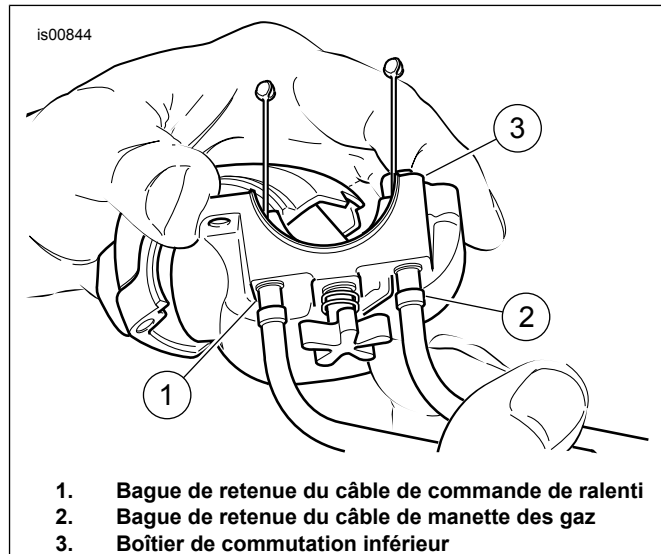

Figure 9. Installer des câbles dans le boîtier de commutation inférieur
2. Consultez Figure 9 . Pousser le boîtier du câble de manette des gaz et la bague de rétention dans le plus grand orifice du boîtier de commutation situé à l'avant de la vis d'ajusteur de tension.